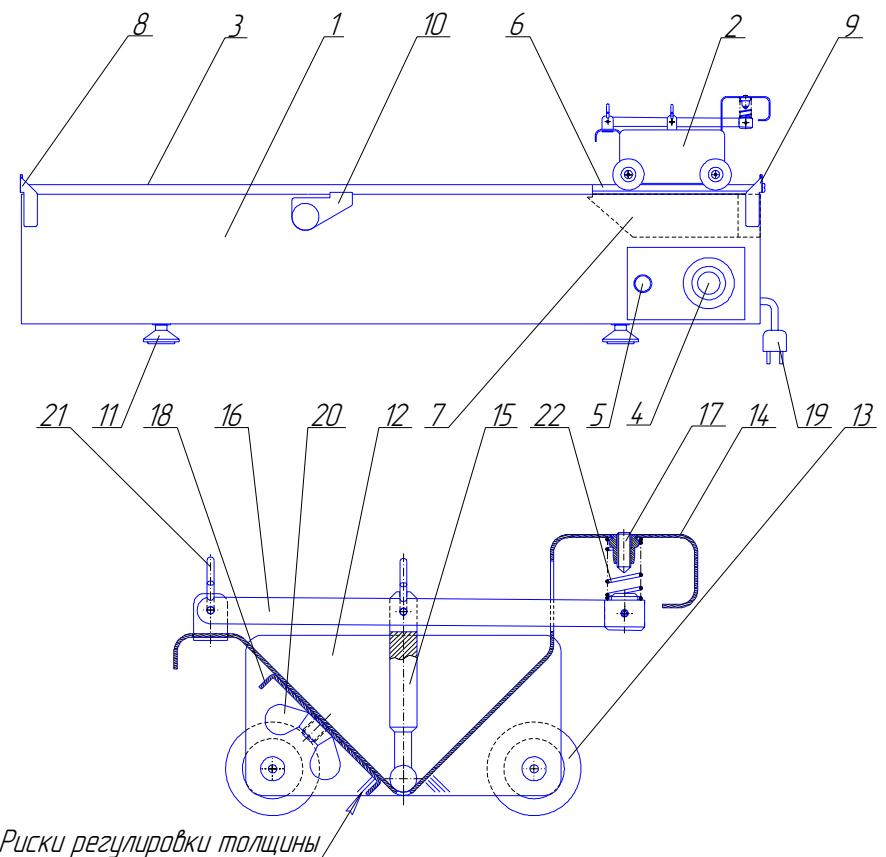

Рис.1 Аппарат блинный РК-1.1.
Аппарат состоит из основания с чугунной жарочной поверхностью 1 (см. рис.1) и дозирующего устройства (в дальнейшем - каретки) 2.
- 8.1 После окончания работы снимите с основания аппарата каретку и ванночку. Снимите разглаживатель, отвинтив гайки. Вынув шплинты 21 (см. рис.1) можно извлечь пружину 22, курок и клапан. Помойте детали каретки и ванночку используя мыльный раствор и вытрите насухо. Затем соберите каретку, как показано на рис.1.
- 6.3 Установите в нишу ванночку, поставьте каретку на направляющие ручкой вправо, как показано на рис.1.
- 6.6 Подсоедините вилку сетевого шнура 19 (см. рис.1) к розетке электросети.
- Зафиксируйте требуемую толщину блинной заготовки (1 - 4 мм). Для этого отпустите гайки 20 (см. рис.1) на 1/2 оборота и отрегулируйте положение разглаживателя (расположите нижнюю кромку разглаживателя одинаково относительно рисок на внутренних боковых поверхностях корпуса каретки; риски соответствуют толщине блинной заготовки 1, 2, 3 и 4 мм). После этого затяните гайки.